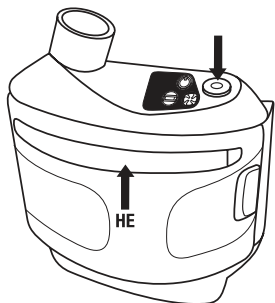

Fig. 11
- A etiqueta do filtro HE deve ficar visível através do visor da proteção do filtro (Veja a Fig. 11).
Para ligar o motor/ventilador TR-300 pressione e segure botão de ligar/desligar (Fig. 11) no topo do motor/ventilador por 2 segundos. A unidade realizará um auto-diagnóstico. Os LEDs (Diodos Emissores de Luz) de luz verde quando ligada a energia (Fig. 12-1), de luz amarelo âmbar indicando bateria baixa (Fig. 12-2) e a vermelha indicando fluxo baixo (Fig. 12-3) piscarão 2 ou 3 vezes e alarmes serão ouvidos durante este tempo. Para desligar o motor/ventilador, pressione e segure o botão de ligar/desligar por 2 segundos.
- Certifique-se de que o filtro HE se encontra corretamente instalado na unidade PAPR e que a trava da proteção está segura conforme este *Manual de Instruções*. A etiqueta do filtro deve ser visível através do visor da proteção (Veja a Fig. 11). O filtro HE pode ser estocado no local na unidade do motor/ventilador.